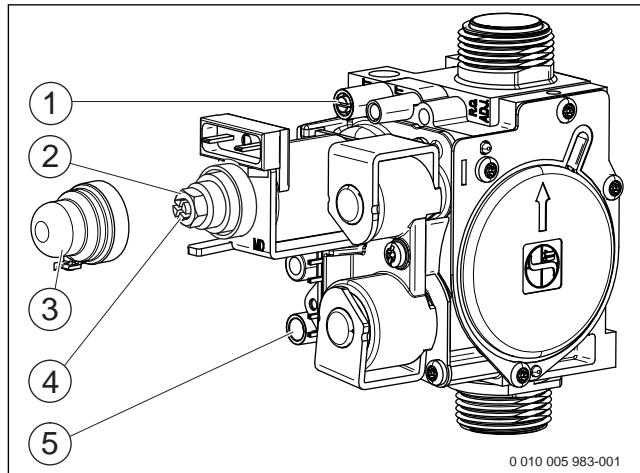

Рис. 31 Газовая арматура
- ▶ Отверните уплотнительный винт штуцера измерения давления на форсунках (рис. 31, [1]) и подсоедините U-образный манометр.
- ▶ Снимите крышку (рис. 31, [3]).
- ▶ Значение «max» давления (мбар) на форсунках приведено в таб. на стр. 35. Установите давление на форсунках регулировочным винтом максимального расхода газа (рис. 31, [2]). Поворот направо - больше газа, поворот налево - меньше газа.
- ▶ Значение «min» давления (мбар) на форсунках приведено в таб. на стр. 35. Установите давление на форсунках регулировочным винтом минимального расхода газа (рис. 31, [4]).
- ▶ Выключите котёл и закройте газовый кран, отсоедините U-образный манометр и заверните уплотнительный винт (рис. 31, [1]).
- ▶ Отверните уплотнительный винт на штуцере измерения подаваемого давления газа (рис. 31, [5]) и подсоедините манометр.
- ▶ Установите и опломбируйте крышку (рис. 31, [3]).
- Снимите заглушку с измерительного штуцера дымовых газов (→ рис. 31, [1]).